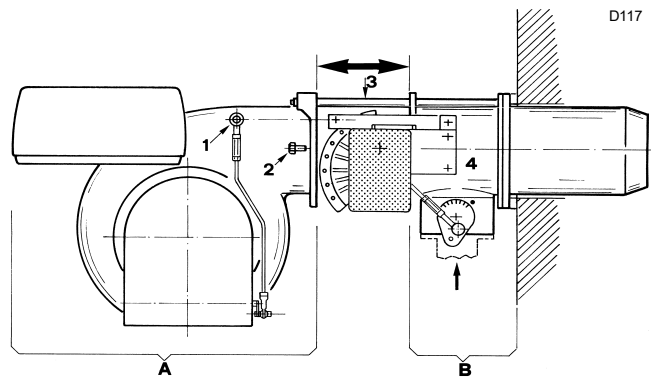
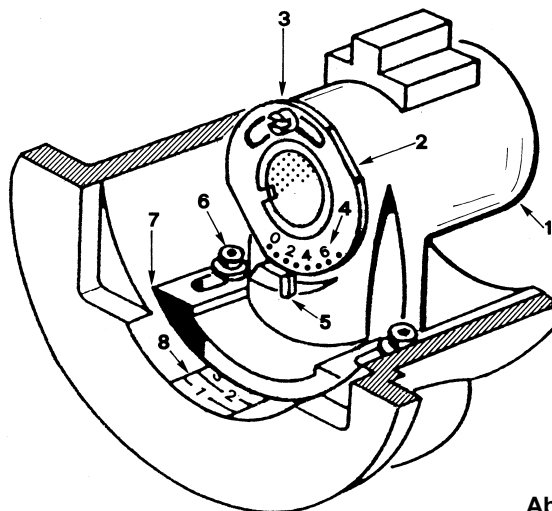

Abb. 14
Abb. 15
War bei der vorherigen Kontrolle die Positionierung von Fühler oder Elektrode nicht richtig, müssen die Schrauben 6)(Abb. 15) entfernt, der innere Teil 1)(Abb. 15) des Kopfes herausgezogen und deren Einstellung vorgenommen werden.
- Das Gelenk 1)(Abb. 14) der Stange die Luftklappe steuert, verankern.
- Öffnen Sie den Brenner nun, indem Sie die **Einheit A** auf den Führungen 3) zurückschieben. Die **Einheit B** bleibt am Kessel (Abb. 14) befestigt.
Die beiden Schrauben 6)(Abb. 15) entfernen und das Kniestück 1) von der Muffe 4)(Abb. 14) trennen, wenn zuvor festgestellt worden sein sollte, dass die Elektrode oder die Sonde eine Einstellung erfordern.
- Lockern Sie die Schraube 3)(Abb. 15).
- Lockern Sie die Schraube 6)(Abb. 15).
Das Diagramm zeigt die optimale Einstellung der Nutmutter 2)(Abb. 15). Wenn der Druck im Gasversorgungsnetz sehr niedrig ist und das Erreichen des gewünschten Drucks (und damit der Leistung) nicht ermöglicht, kann die Nutmutter um weitere 1-2 Kerben geöffnet werden.
- Die Einheit A (Abb. 14) auf den Führungen 3) verschieben.